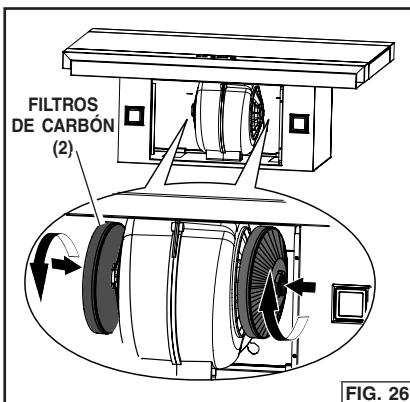

FIG. 26
- Tome los filtros de carbón y gírelos un cuarto de vuelta en sentido horario hacia el soplador. Fig. 26.